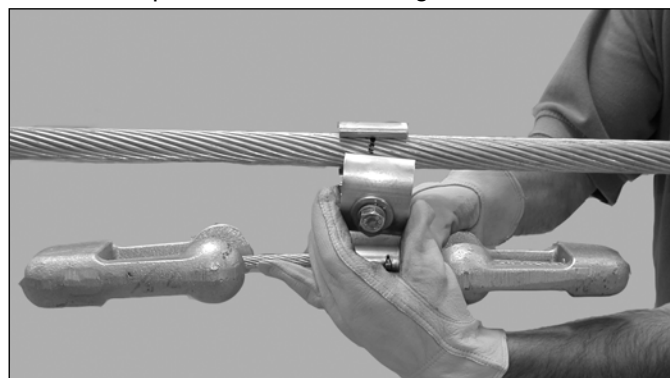

Figura 6: Centralize o Corpo do Amortecedor sobre a marca
3.04 Engate o Corpo do Amortecedor e centralize-o sobre a marca de posicionamento. Ver figura 6.